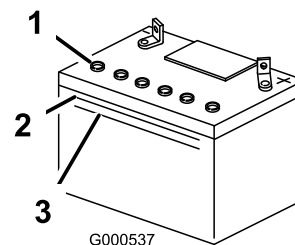

Figure 38
1. Observez le côté de la batterie. Le niveau de l'électrolyte doit atteindre le trait **supérieur** (Figure 38). Le niveau d'électrolyte ne doit pas descendre au-dessous du trait inférieur (Figure 38).
3. Enlevez les bouchons d'aération de la batterie (Figure 38).
4. Versez de l'eau distillée avec précaution dans chaque élément jusqu'au repère supérieur (Figure 38) sur le côté de la batterie.
5. Attendez cinq à dix minutes après avoir rempli les éléments. Au besoin, ajoutez de l'eau distillée pour amener le niveau jusqu'au repère supérieur sur le côté de la batterie (Figure 38).